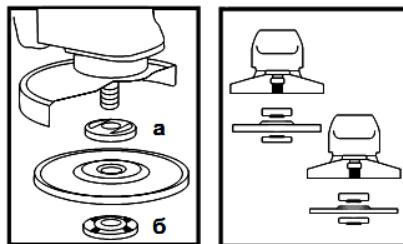

Рисунок 2
4.4 Встановіть на виріб абразивний шліфувальний або відрізний круг. Для цього натисніть на кнопку фіксації шпинделя (1) і проверніть шпиндель до фіксації. За допомогою вілочного ключа з комплекту виробу відверніть і зніміть затискну гайку (б) (див. рис. 2). Встановіть шліфувальний диск на посадкове місце фланцевої шайби (а) (рис. 2), накрутіть затискну гайку на шпиндель і затягніть її ключем з комплекту виробу.